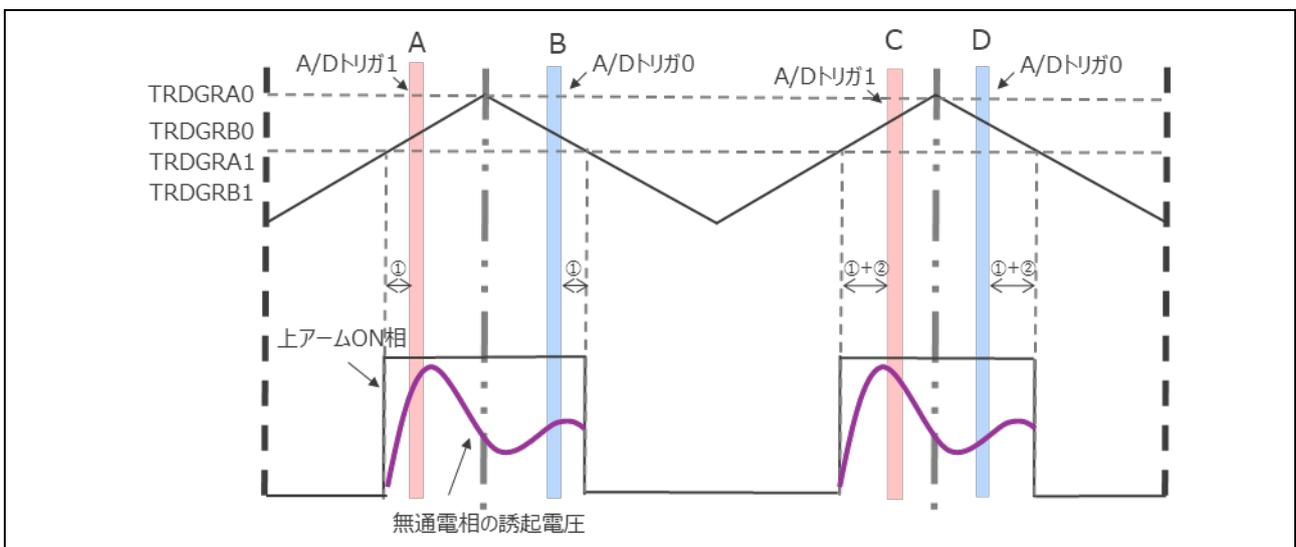
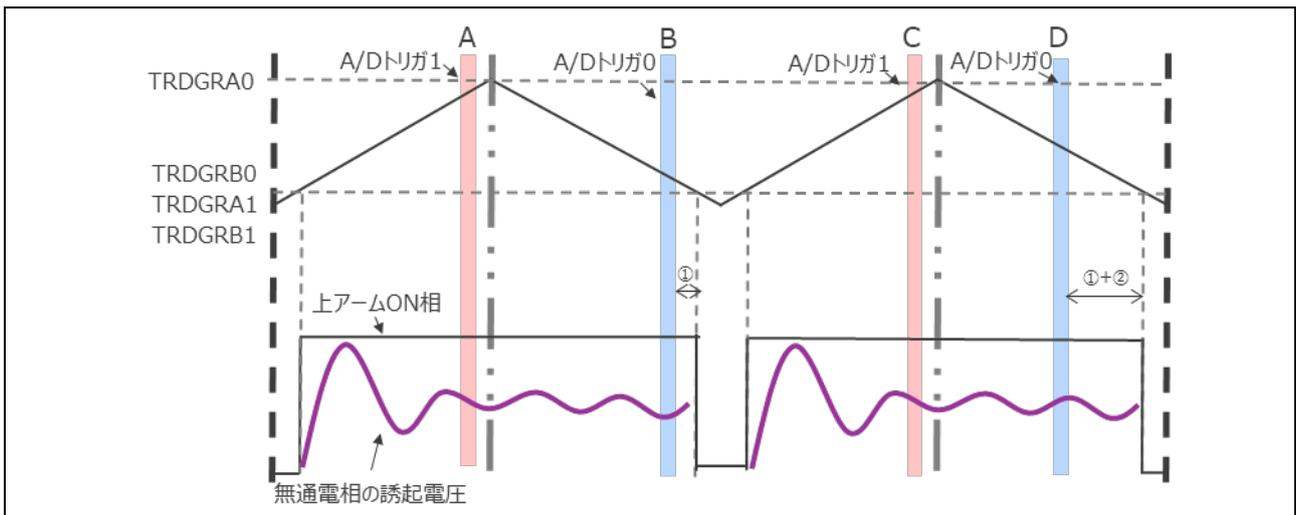

図 3-22 A/D 変換トリガタイミング (デューティ値が閾値より小さい場合)
図 3-23 A/D 変換トリガタイミング (デューティ値が閾値を超えた場合)
デューティ値が閾値より小さいとき、図 3-22 のように設定します。この時、上アームの ON/OFF エッジからトリガを発生させるタイミング①と 1 キャリア目と 2 キャリア目のトリガの間隔②は調整パラメータとなります。誘起電圧の安定した値を取得できるように調整する必要があります。
デューティ値が閾値を超えた場合に図 3-23 に示すように A/D 変換トリガ 1 はデューティ最小幅のトリガ位置に固定されます。
デューティ値の閾値、図 3-22、図 3-23 の上アームの ON/OFF エッジからトリガを発生させるタイミング (ポイント①) と 1 キャリア目と 2 キャリア目のトリガのタイミングの間隔 (ポイント②) に対応するパラメータと変数を以下の表 3-6 に示します。